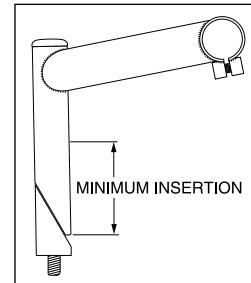

Figura 1
4. Per sterzi filettati, inserire l'alberino ad una profondità minima secondo le norme CPSC e JIS. L'alberino deve essere inserito ad una lunghezza di innesto non minore di 2,5 volte il diametro dell'alberino dalla parte più bassa della medesima (non incuneata, osservare figura 1).